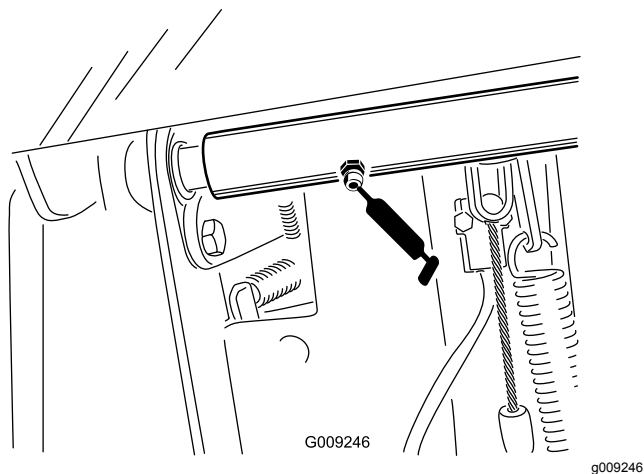

Figura 56
- Cojinetes del eje de pivote del pedal de freno (2) (Figura 56)